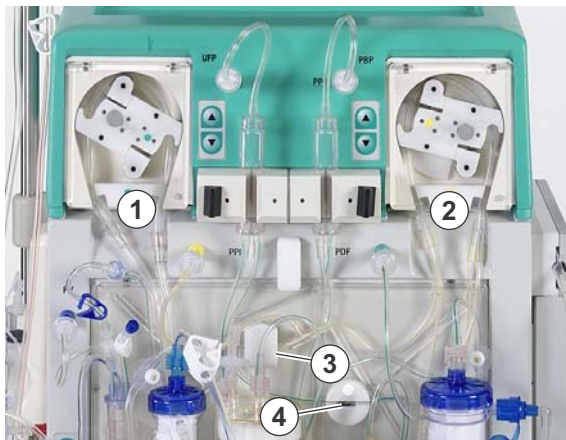

Fig. 4-9 Installazione degli spezzoni pompa
4. Posizionare lo spezzone pompa della linea di ultrafiltrazione nella pompa ultrafiltrazione (codice colore bianco a sinistra, Fig. 4-9 , ①).
5. Posizionare in sequenza gli spezzoni pompa della linea plasma/buffer (codici colore marrone e giallo) nella pompa plasma/buffer (Fig. 4-9 , ②). Il raccordo a Y della linea plasma/buffer deve trovarsi sul lato destro (uscita) della pompa plasma/buffer.
7. Inserire la linea plasma proveniente dal plasmafiltra nel rilevatore di perdite ematiche (BLD, Fig. 4-9 , ③).
8. Inserire saldamente la linea filtrato che porta all'heparin adsorber nella clamp dell'heparin adsorber (HAK, Fig. 4-9 , ④).